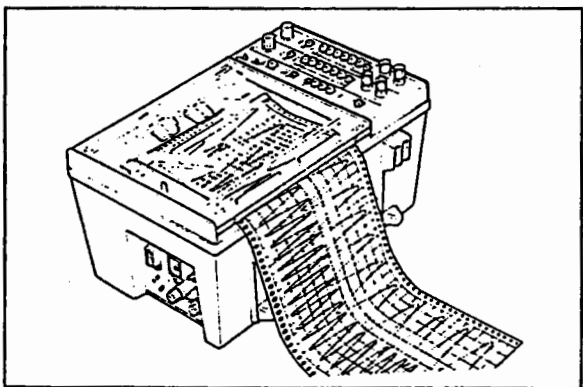

図 3.9
- (8) 図 3.9 のように下にある穴から記録紙を出し防塵カバーをしめ、水平の位置で使用することができます。